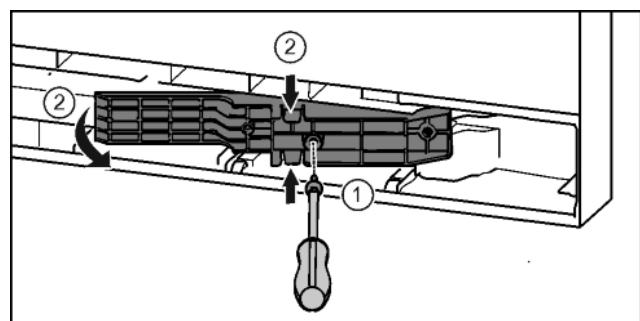

Fig. 22\*
- Odvijačem T15 otpustite vijke.\* Fig. 22 (1)
- Izvadite adapterski element.\* Fig. 22 (2)